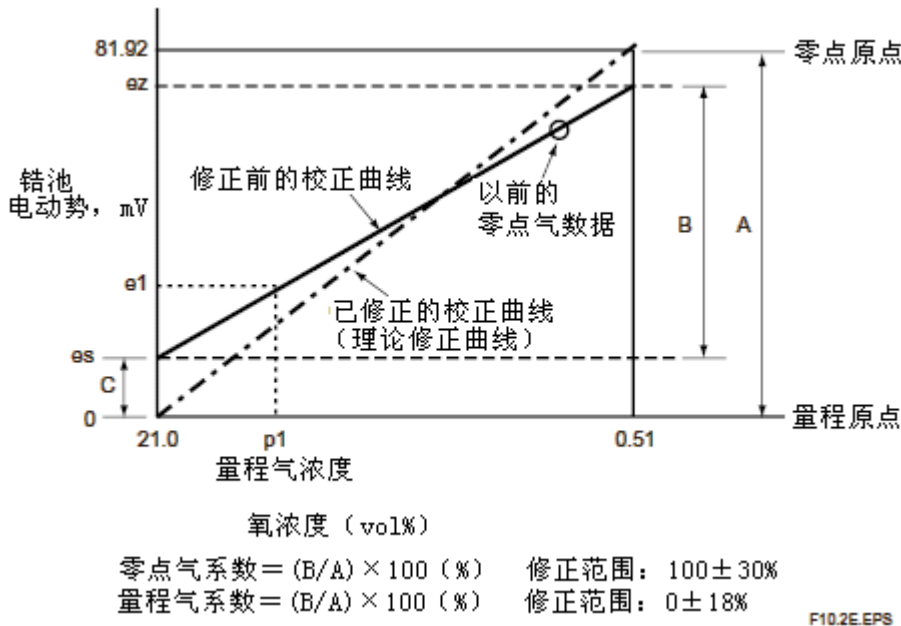

图 10.2
这用于传感器（铅池）退化的检测。如果修正系数超过了图 10.2 显示的极限，传感器应不再使用。
- (1) 在基本面板上按设置键到显示执行/设置显示。在执行/设置显示上选择维护。
- (2) 从维护面板上选择显示设置。
- (3) 从显示设置中选择趋势曲线。出现如图 10.2 所示的趋势曲线显示。
- (4) 从趋势曲线显示中，选择“参数：氧气”。然后选择如表 10.2 所示期望的显示内容，。